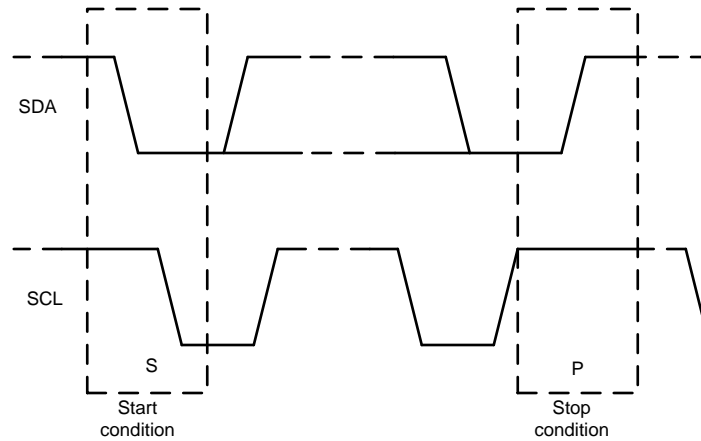

图 57. 启动和停止条件
1. 主器件通过产生启动条件来启动数据传输。启动条件是当 SCL 为高电平时在 SDA 线上发生从高到低的转换，如图 57 所示。所有与 I²C™ 兼容的器件都会识别启动条件。
- 为了用信号指示数据传输结束，主器件通过在 SCL 线处于高电平期间将 SDA 线从高电平拉低来产生停止条件（请参阅图 57）。此操作将释放总线并停止与寻址的从器件之间的通信链路。所有与 I²C™ 兼容的器件都会识别停止条件。在收到停止条件后，将释放总线，然后所有从器件等待启动条件，接着是匹配的地址。